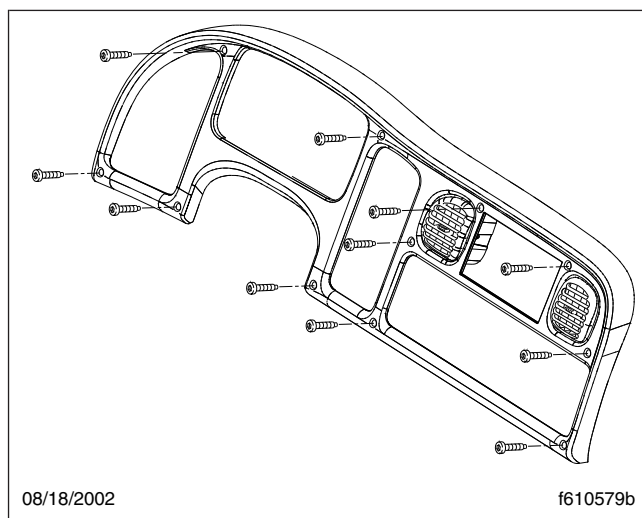

Fig. 3, Garniture du tableau de bord
7. Déposez la garniture du tableau de bord en retirant les onze vis qui la fixent. Toutes les attaches pour cette procédure sont des vis d'assemblage Torx® 10–16. Reportez-vous à la figure 3.